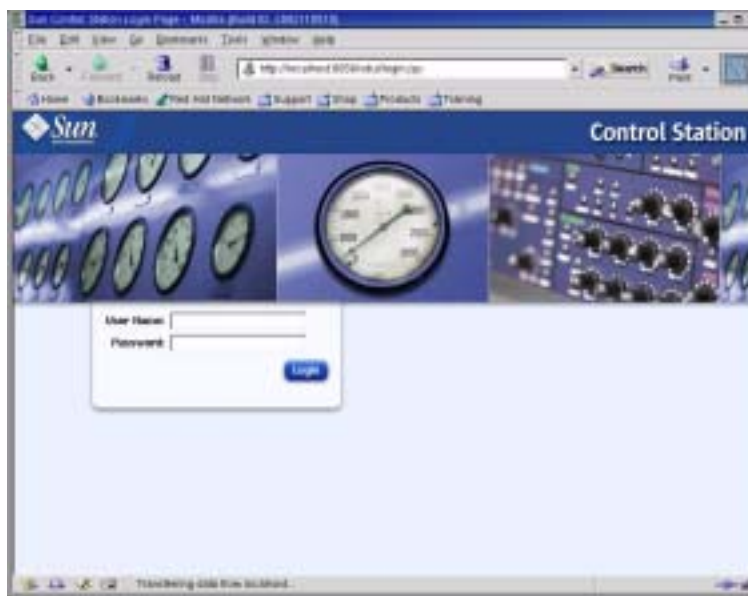

РИСУНОК 2-3 Пример страницы регистрации модуля Cluster Grid Manager
10. Со страницы регистрации для рабочих станций Sun Control Station (см. РИСУНОК 2-3) войдите в систему под именем администратора SCS и введите следующие данные, затем нажмите кнопку Login.